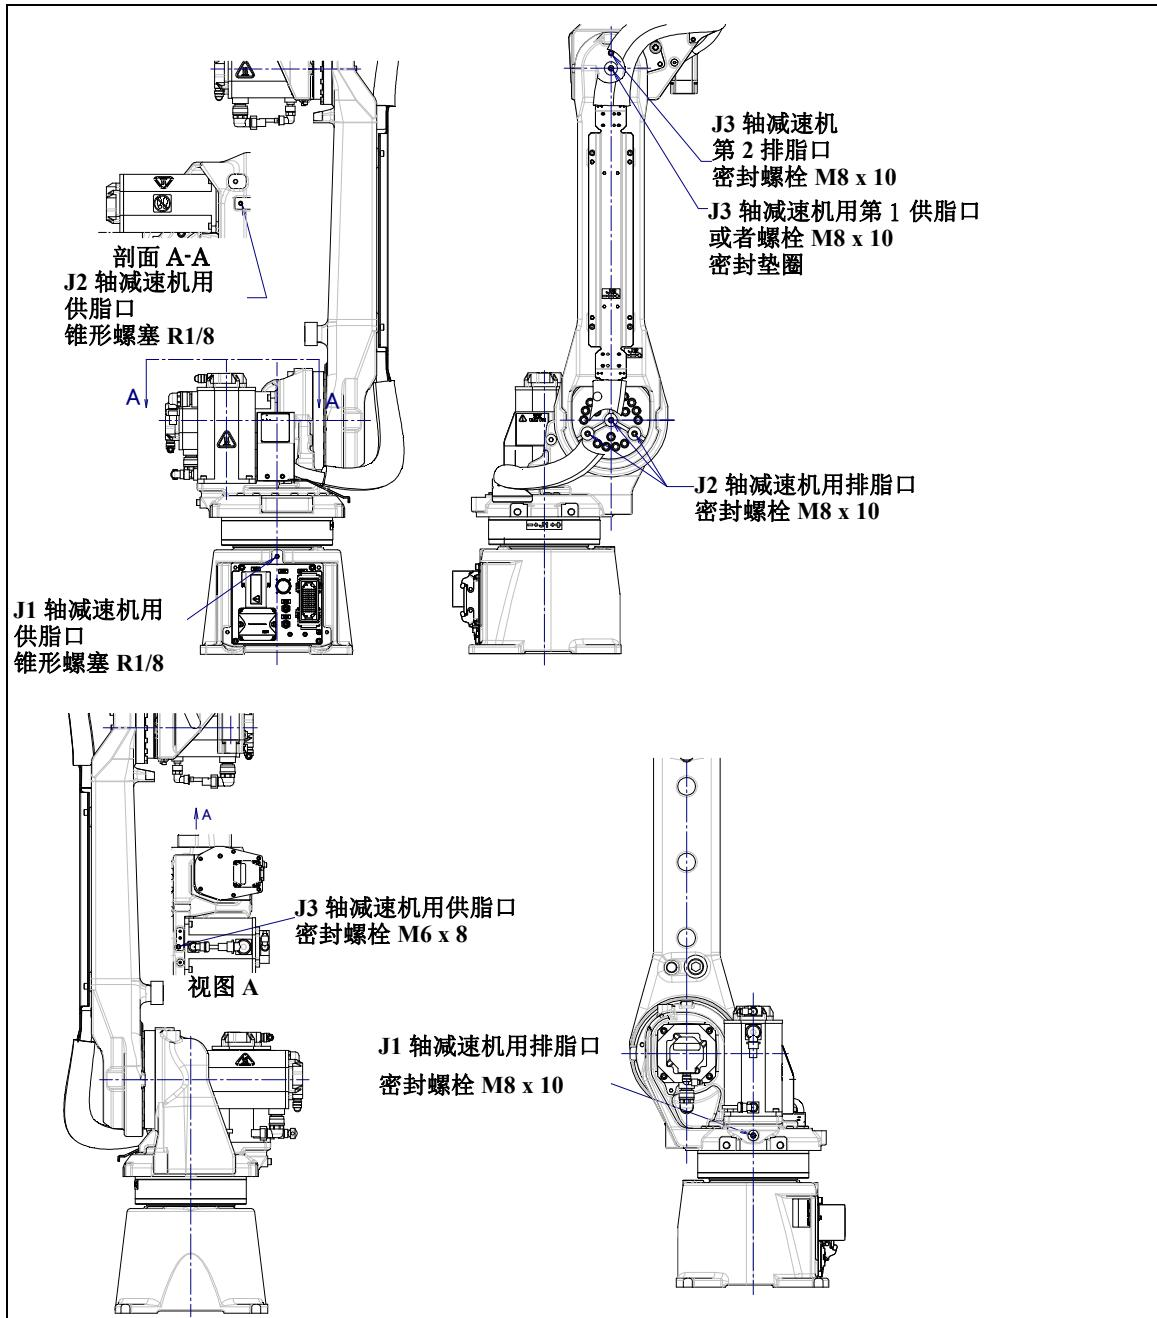

图 8.3.3.1 J1~J3 轴的供脂部位
- 3 拆除排脂口的密封螺栓。（图 8.3.3.1 (a)）